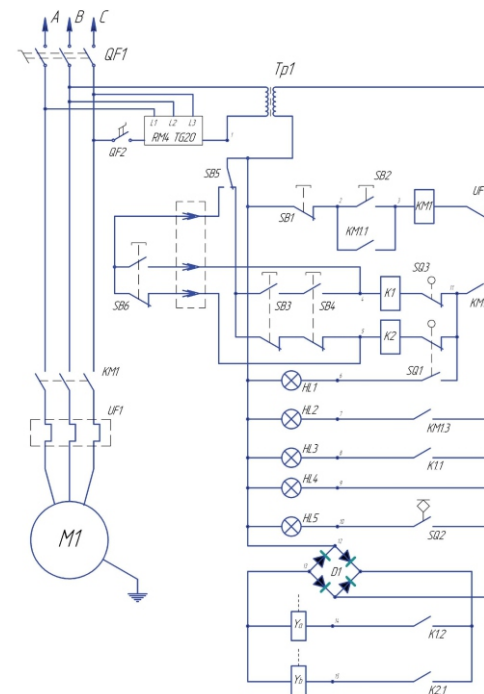

Рис.3. Электрическая схема пресса
8.3. Подключить пресс к электросети при помощи кабеля сечением 4 кв.мм согласно электросхеме рис.3.
Электрическая схема пресса представлена на рис. 3